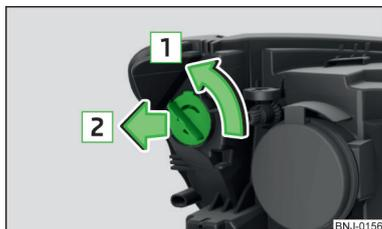

Fig. 209
- Girar el portalámparas con la bombilla en el sentido de la flecha **1** » fig. 209.